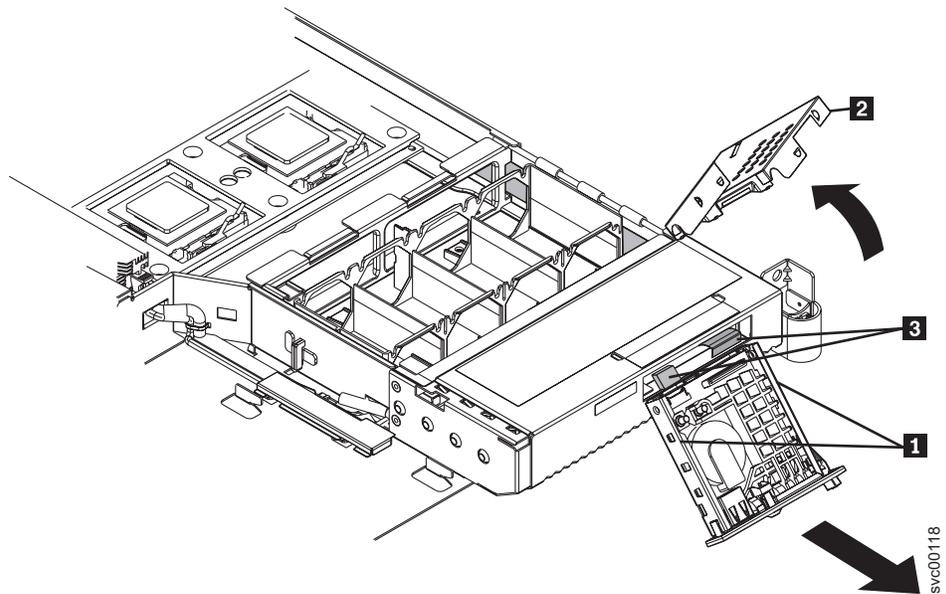

図 156. オペレーター・パネル表示装置が見える SAN ボリューム・コントローラー 2145-8F2
5. 小さなねじ回しを使用して、オペレーター・パネル表示装置アセンブリの側面にある保持スプリング **1** を押し込みます。図 156 を参照してください。